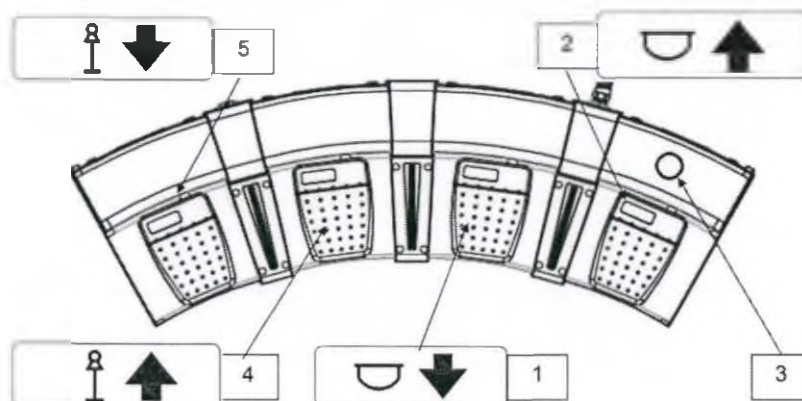

Рисунок 3.19 – Многофункциональные педали управления
Маммограф оснащен моторизованным приводом компрессионного устройства с функцией определения плотности тканей (FTSE). Данная функция позволяет оператору более точно контролировать процесс компрессии и, за счет ступенчатого и плавного движения компрессионной лопатки, обеспечивает больший комфорт пациенту. При контакте компрессионной лопатки с железой скорость движения лопатки замедляется и дальнейший процесс компрессии происходит с ступенчато (при достижении определенных значений силы компрессии движение компрессионной лопатки приостанавливается). Первая пауза возникает при достижении силы компрессии равной 30 Н (компрессионная лопатка на некоторое время приостанавливается, и спустя 1-2 секунды сила компрессии продолжает увеличиваться). При дальнейшем увеличении силы компрессии учитываются плотность железы: если ткани железы мягкие, то усилие компрессии увеличивается до максимального выбранного оператором значения; если железа плотная, компрессия автоматически останавливается при достижении силы 100 Н, и для дальнейшего увеличения силы компрессии, до выбранного оператором максимального значения, необходимо нажать педаль 1 (Рисунок 3.19) ещё раз. Если, при достижении выбранного оператором максимального значения силы компрессии, отпустить и нажать педаль ещё раз, усилие компрессии будет увеличиваться до максимально доступного значения (200 Н).
- 1) Для выполнения компрессии нажмите на педаль 1 (Рисунок 3.19). Компрессионная лопатка начнет опускаться.
- 2) Для выполнения декомпрессии/уменьшении силы компрессии нажмите педаль **2** (Рисунок 3.19).
- 3) Для быстрой декомпрессии нажатие кнопки **3** (Рисунок 3.19). Данная кнопка быстро освобождает железу от компрессии и возвращает компрессионную лопатку в крайнее верхнее положение.